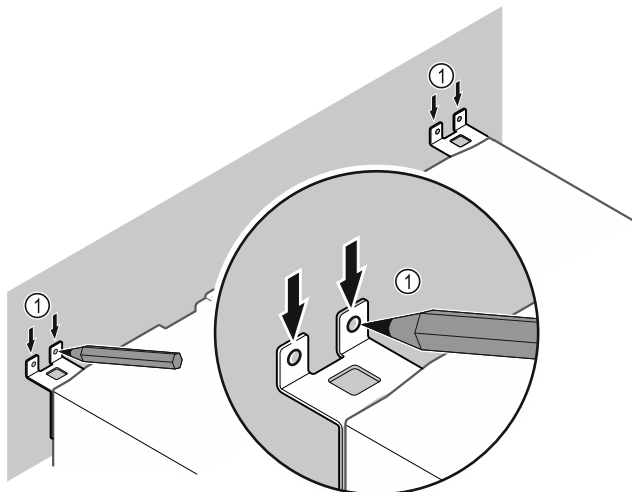

Fig. 52
- Tracer des repères sur le mur Fig. 52 (1).